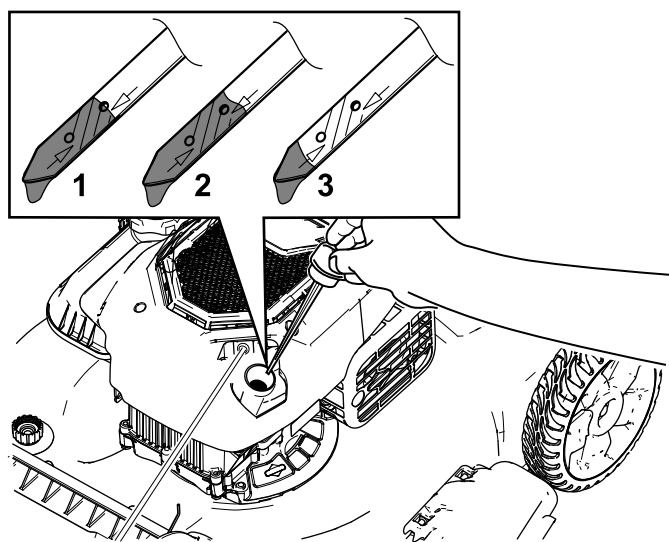

Figura 29
4. Incline o cortador para o lado (de forma a que o filtro de ar fique voltado para cima) para drenar o óleo utilizado para fora do tubo de enchimento do óleo (Figura 29).